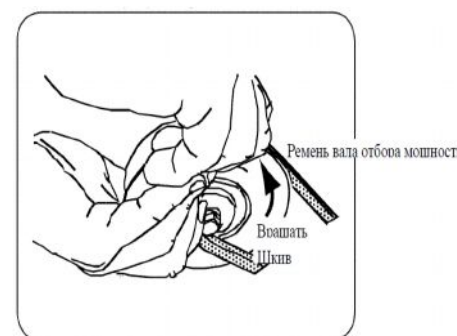

Рис. 16
10. Потяните за правую сторону ремня и установите ремень узкой V-образной стороной на шкиве механизма отбора мощности. См. Рис. 16.